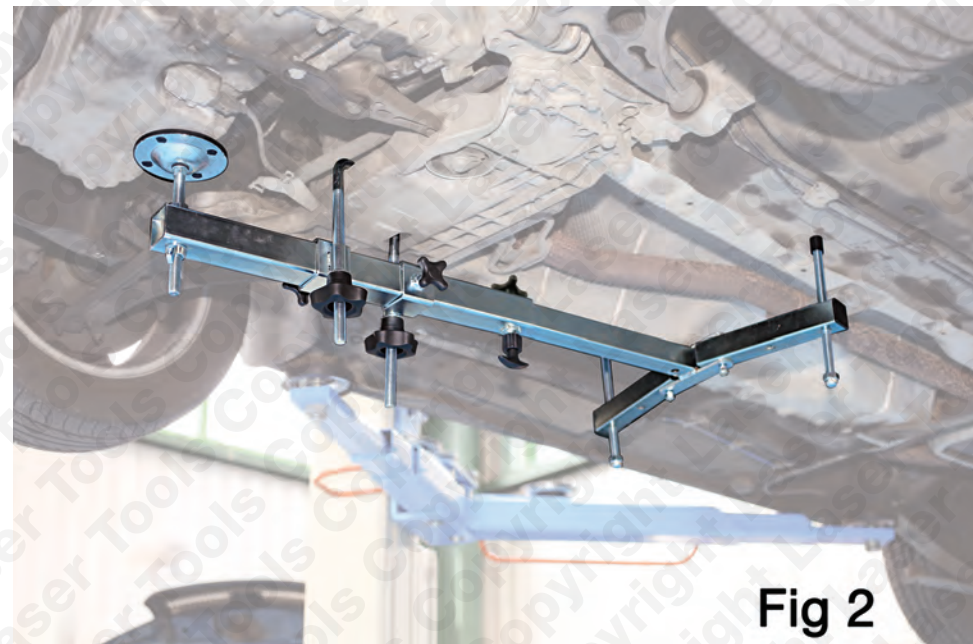

Fig 2
- Se reporter à la **Fig 2**. Vue de la traverse support 5750 en place.